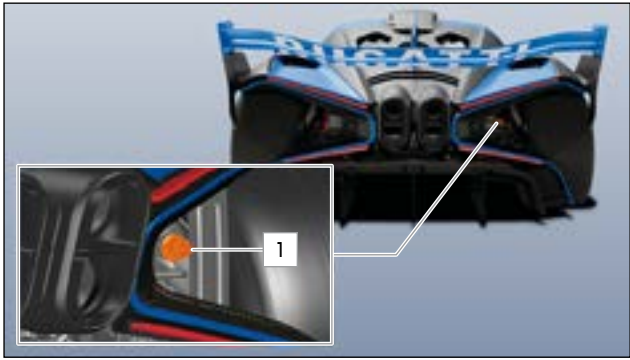

ABB.100 ANSCHLUSS DES LUFTHEBERS AM HECK
- ▶ Öffnen Sie das Ventil, indem Sie Hülse 1 (» Abb.100) nach außen ziehen.
- ▶ Verbinden Sie die compatible Armatur eines Druckluftschlauchs mit Ventil 1 (» Abb.100). Der maximale Betriebsdruck beträgt 40 bar (580,15 psi).
- ☒ Ventil 1 (» Abb.100) schließt dann automatisch und hält den Luftdruck in System und Lufthebern in der ausgefahrenen Stellung.